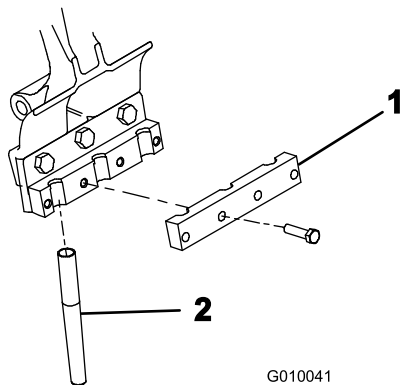

**Figura 24**
5. Instale, sem apertar, uma barra de fixação a cada suporte de dente (Figura 24) com 4 parafusos ( $\frac{3}{8}$  x  $1\frac{1}{2}$  pol.). Não aperte os parafusos.